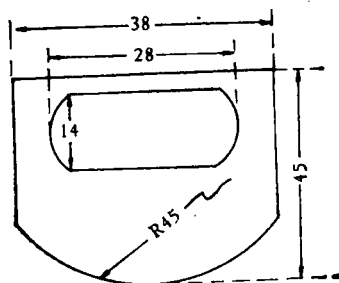

图 2 绝缘片
**修理方法** 先将高压包烘干，然后在裂缝处灌入绝缘漆，再取 0.5mm 厚的聚四氟乙烯板，按图加工后，放入磁芯和高压包打火之间的缝隙（见图 2）。待稍干时，放入 U-16 磁芯固定后装入仪器中即可。如无聚四氟乙烯薄片，可用同厚度云母片代替。实验证明以上故障按这种办法修理，都能得到解决。